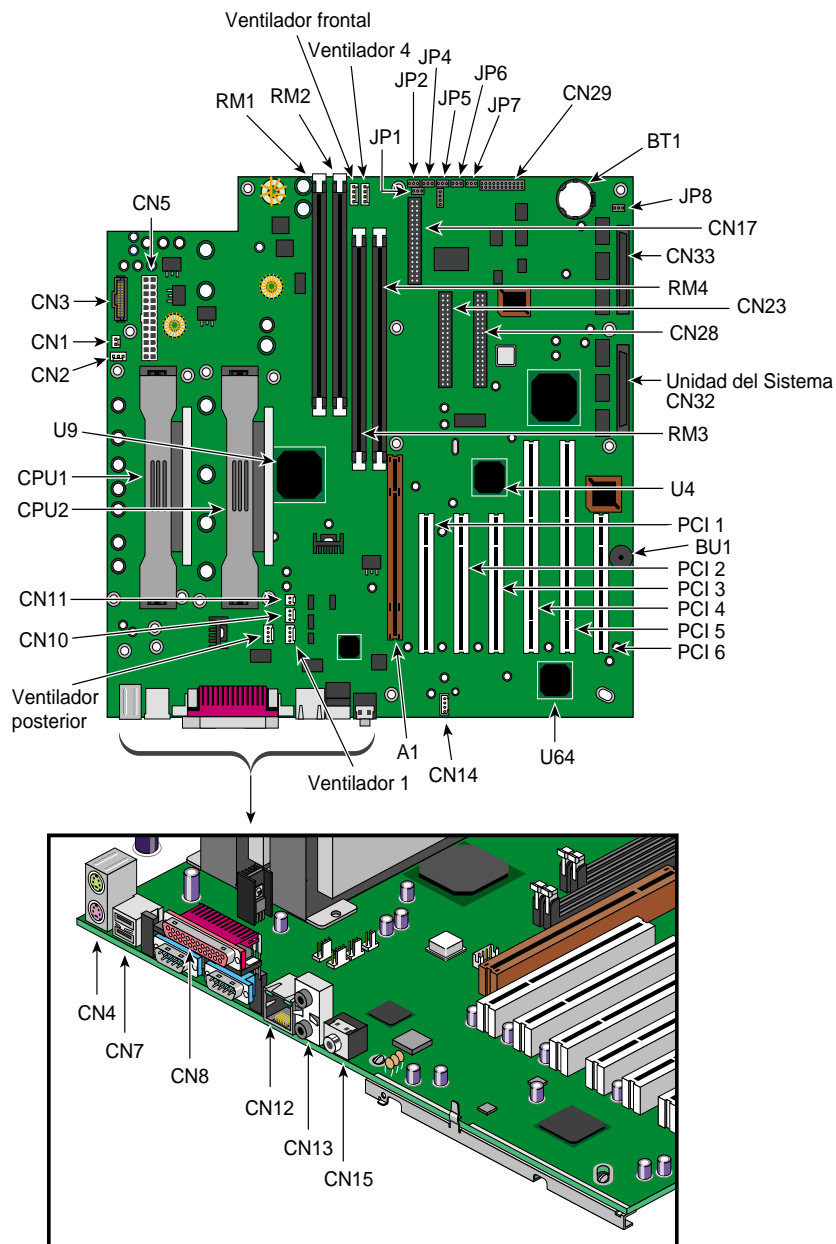

Figura 3-1 Distribución de la tarjeta del sistema
En la Figura 3-1 se muestra la distribución de la tarjeta del sistema.
5. Conecte los cables de 2 y 3 clavijas del ventilador o disipador térmico a la tarjeta del sistema. Consulte la Figura 3-1 en la página 72 si desea conocer la posición de los conectores del ventilador o disipador térmico.